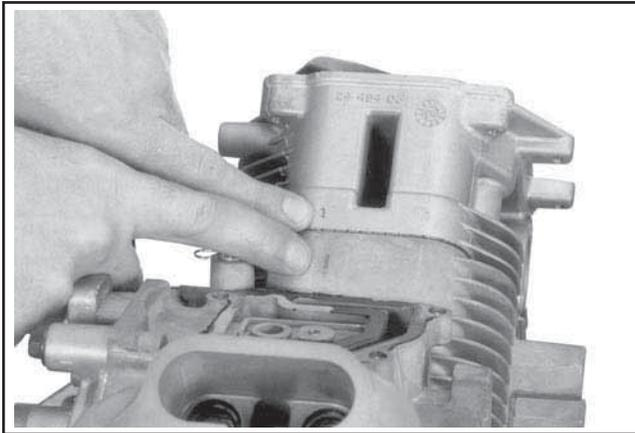

Figure 11-36. Faire coïncider les numéros sur les cylindres et sur les culasses.
REMARQUE : Les poussoirs hydrauliques doivent toujours être installés dans la même position qu'avant le démontage. Les poussoirs d'échappement sont placés sur le côté de sortie du petit arbre du moteur alors que ceux d'admission se trouvent sur le côté du ventilateur du moteur. Les numéros des cylindres sont imprimés en relief sur le sommet du carter moteur et de chaque culasse. Voir la Figure 11-36.
REMARQUE : Les numéros moulés en relief sur les culasses des cylindres et le carter moteur doivent correspondre. Voir la Figure 11-36.
4. Monter la culasse des cylindres. Les numéros sur les culasses et le carter moteur doivent correspondre. Voir la Figure 11-36. Vérifier que la culasse est plate sur le joint et les broches de guidage.